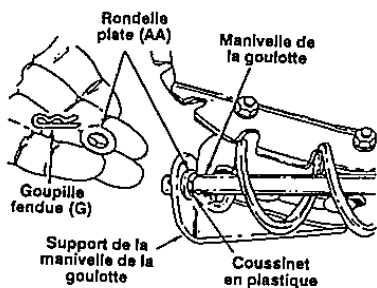

FIGURE 8
- Desserrez les écrous à six pans du support de la manivelle de la goulotte. Voir la figure 8.
- Placez les une rondelle plate (AA) de l'extrémité de la manivelle de la goulotte, puis enfoncez l'extrémité de la manivelle dans le trou du coussinet en plastique sur le support de la goulotte. Voir la figure 8. Remettez la rondelle plate (AA) et maintenez-la avec la goupille fendue (G) (5/16 po diamètre).
- Les écrous à six pans du support de la manivelle de la goulotte étant desserrés, ajustez celui-ci (voir la figure 8) de manière que la partie hélicoïdale de la manivelle s'engrène bien avec les dents de la goulotte. Serrez les écrous sur les support de la manivelle supérieure et inférieure.